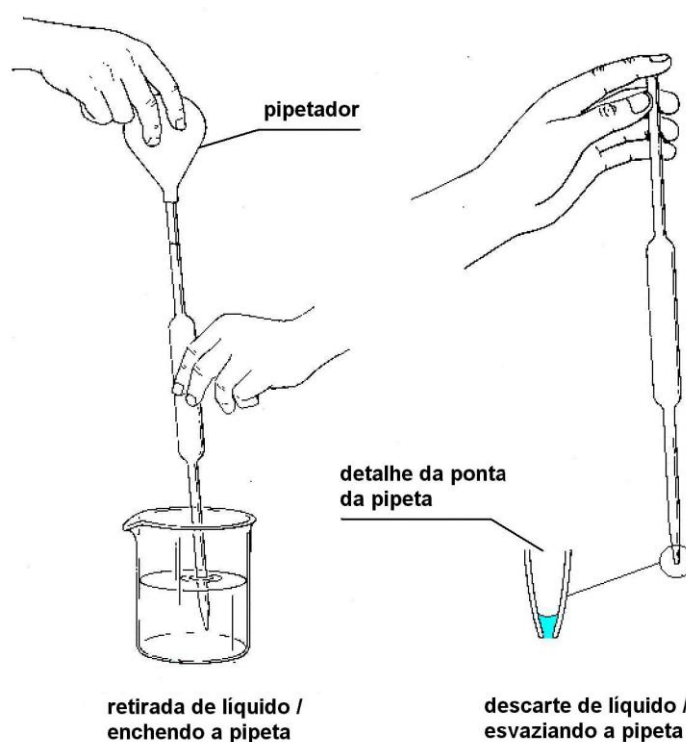

Figura 1.2. Utilização de pipeta volumétrica. O volume restante na ponta da pipeta não deve ser retirado – o volume correto já leva em conta este resíduo.
- 6- Utilizando a pipeta volumétrica transferir, com o auxílio de um pipetador (observar a Figura 1.2 e chamar o responsável para explicar a correta colocação/manipulação da pipeta e do pipetador), 25 mL de água ao frasco 2, tampando-o em seguida com a rolha correspondente.
- 8- Medir 25 mL de água na proveta na soma de três etapas (10 mL + 10 mL + 5 mL) transferindo cada volume parcial para o Erlenmeyer (4).